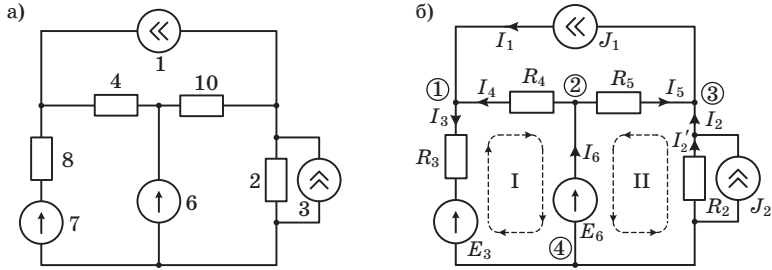

Рис. 1.6
**Пример 1.2.** Записать уравнения методом токов ветвей и рассчитать цепь, схема которой представлена на рис.1.6, а.
Обозначим узлы и пронумеруем элементы в ветвях схемы (рис. 1.6, б), зададим произвольно направления токов в ветвях.